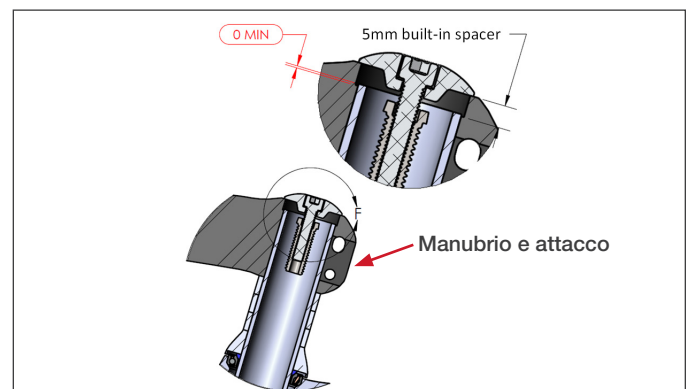

Figura 3
10. Con il manubrio/attacco completamente assemblati, il tubo sterzo deve risultare allineato con o al di sopra del distanziale integrato da 5mm presente nel manubrio/attacco (vedere Figura 3).